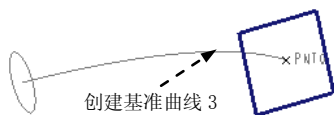
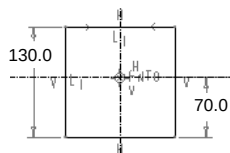

图 4.3.44 创建草绘 3
图 4.3.45 截面草图
Step6. 创建图 4.3.44 所示的草绘 3，在操控板中单击“草绘”按钮；选取 DTM1 基准平面为草绘平面，选取 TOP 基准平面为参考平面，方向为底部，单击草绘按钮，绘制图 4.3.45 所示的截面草图。